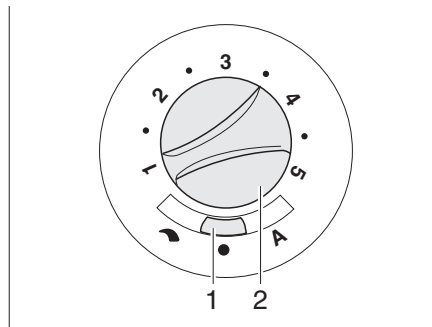

Bild 108 Reglage för cirkulationsfläkt (12 V)
- Ställ skjutreglaget (Bild 108,1) på "↷" (manuell reglering) eller "A" (automatisk drift).
- Om skjutreglaget (Bild 108,1) är inställt på "↷" (manuell reglering): Ställ in önskad effekt på cirkulationsfläkten med vredet (Bild 108,2).
- Ställ skjutreglage (Bild 108,1) på "●" (från). Under uppvärmning detta läge ingen funktion.